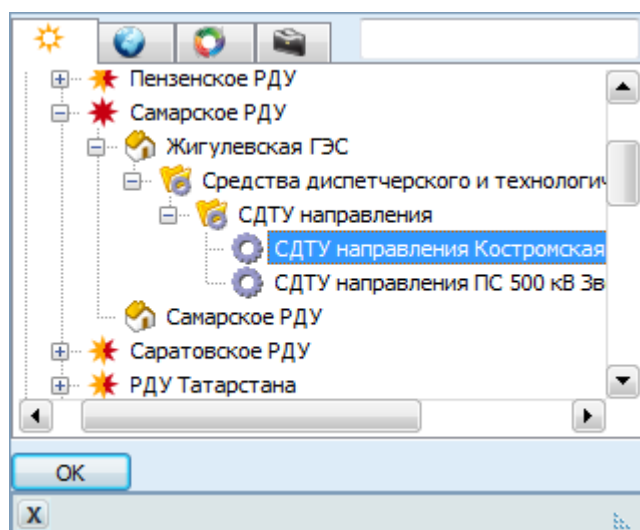

Рисунок 15.2 – Выбор обобщенного оборудования
3) В появившемся списке оборудования, выбранного энергообъекта указать обобщенное оборудование и нажать на кнопку [ОК] (Рисунок 15.2).